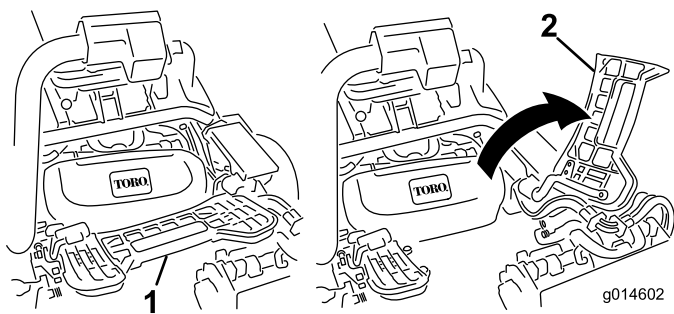

Figura 11
3. Per installare l'apparato di taglio centrale, sollevate il poggia piedi e ruotatelo, per consentire l'accesso alla posizione dell'apparato di taglio centrale (Figura 11).